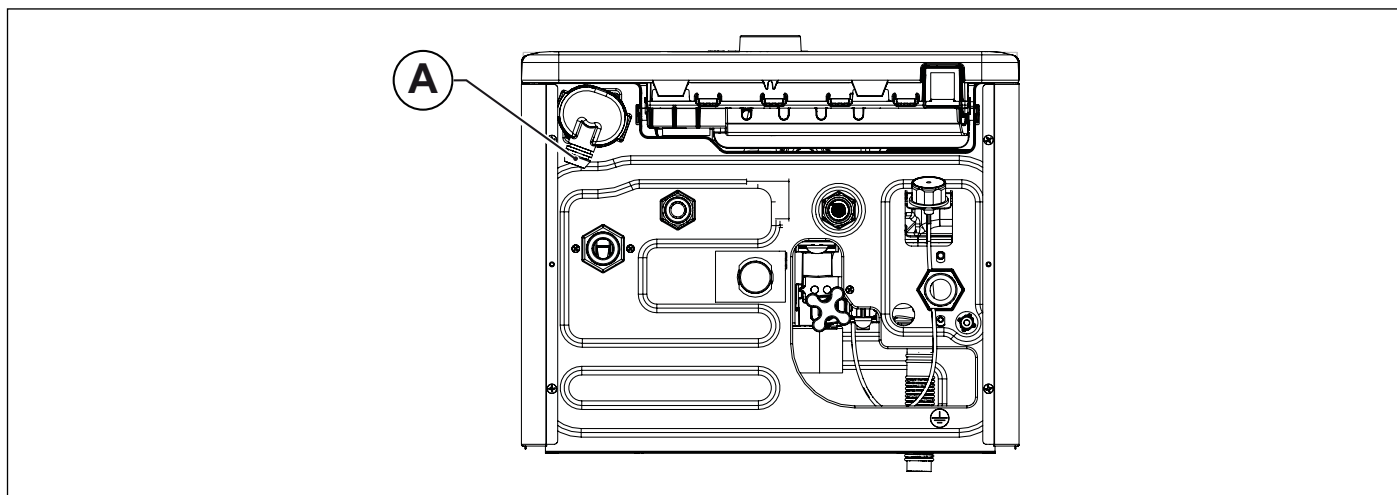

Fig. 22 Scarico condensa
Il sistema di scarico della condensa deve essere collegato all'apposito collegamento (A) predisposto in caldaia (vedi Fig. 22 Scarico condensa).